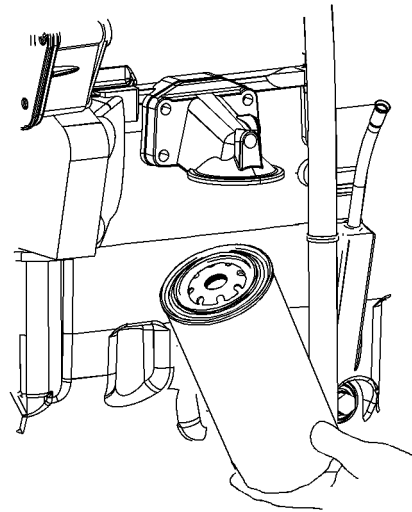

Abbildung 33
**Anmerkung:** Einige Ölfilter können vertikal eingebaut werden. Siehe Abbildung 33. Zum Aus- und Einbau des Ölfilters bei Schritt (1) beginnen.